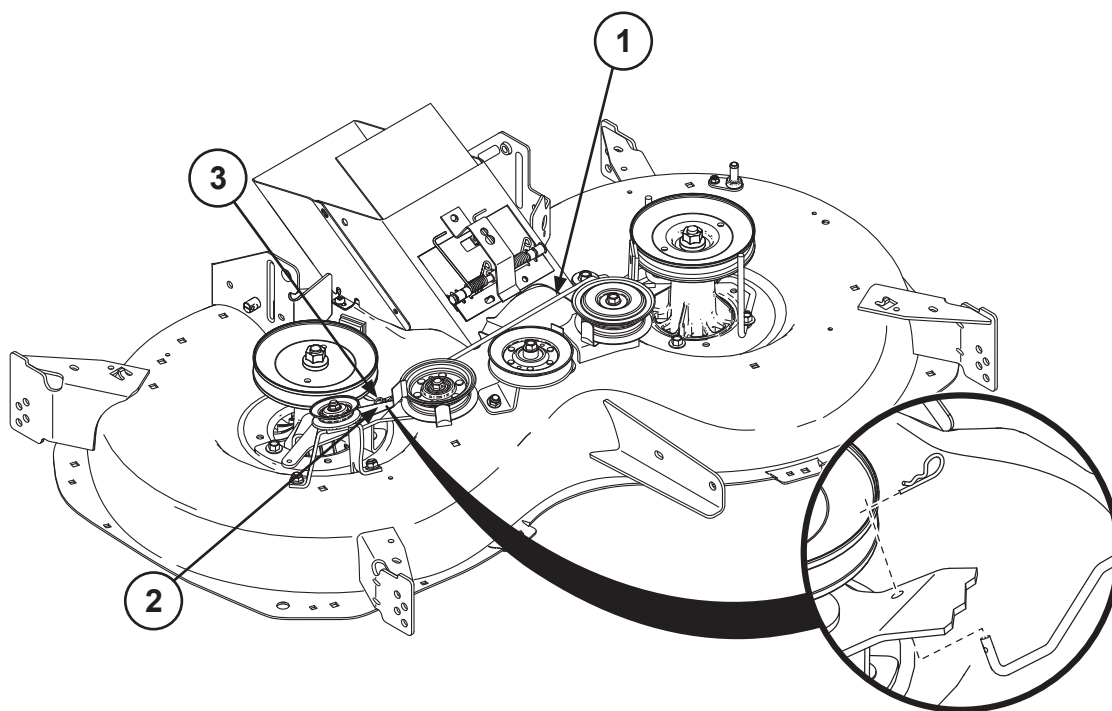

Fig. 6
- Ⓡⓤ 9. Установите тормозную тягу в сборе (1) на правый рычаг муфты (2); установите зажим (3) (рис. 6).
- Ⓡⓞ 9. Fixați ansamblul cuplajului de frână (1) pe brațul de ambreiaj din dreapta (2), montați clema (3) (fig. 6).